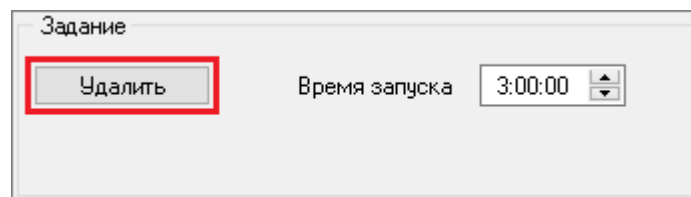

Рисунок 4-63 Кнопка "Удалить" в поле "Задание"
- если необходимо отключить заданное ранее расписание без создания нового, нажмите кнопку «Удалить» в поле «Задание» (см. Рисунок 4-63).